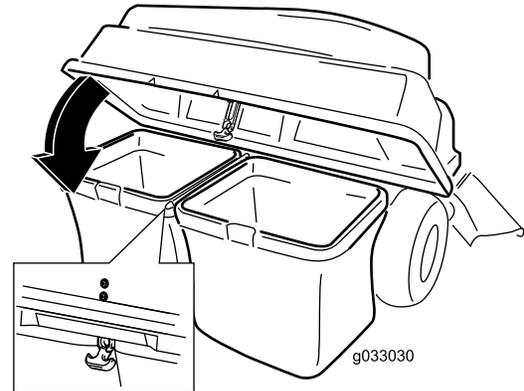

Figura 18
5. Baje la tapa del ensacador sobre las bolsas (Figura 18).